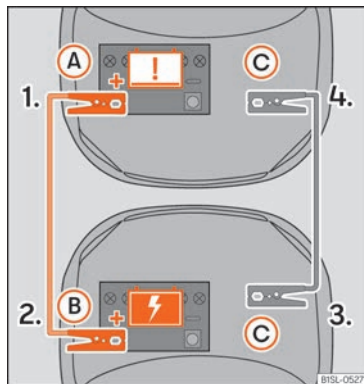

Fig. 41 Esquema de conexión.
Los cables de arranque solo se deberán conectar siguiendo el orden »» fig. 41 1. > 2. > 3. > 4.
- Emborne un extremo del cable rojo de emergencia al polo positivo + del vehículo con la batería descargada (A) »» fig. 41.
- Emborne el otro extremo del cable rojo de emergencia al polo positivo + del vehículo que suministra la corriente (B).
- Emborne un extremo del cable negro de emergencia (C), a un terminal de masa adecuado, a una pieza de metal maciza que vaya atornillada al bloque motor o al mismo bloque motor del vehículo que suministra la corriente.
- Emborne el otro extremo del cable negro de emergencia (C), en el vehículo con la batería descargada, a una pieza de metal maciza que vaya atornillada al bloque motor o al mismo bloque motor pero lo más alejado posible de la batería (A). No conecte el cable de arranque negro al polo negativo - de la batería de 12 voltios. Si se conectara se puede producir una valoración errónea del estado de la batería dentro del sistema electrónico del vehículo.